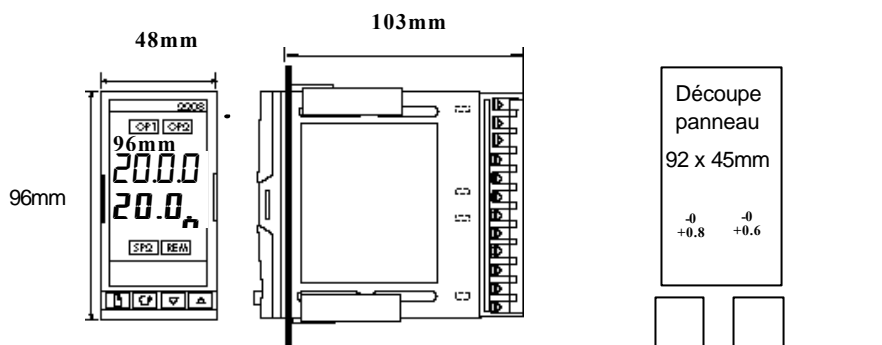

Figure 2-3 Dimensions du régulateur 2208e
La partie électronique du régulateur s'insère dans un manchon en plastique rigide qui est lui-même monté en panneau. La découpe au format DIN est représentée sur les figures 2-3 et 2-4.
1. Préparer la découpe du panneau de commande à la taille indiquée sur la figure 2-3 ou 2-4